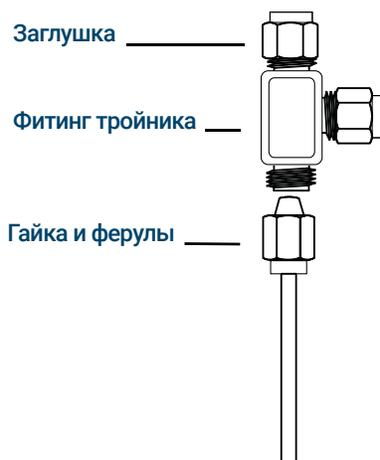

Рис. 29. Тройник Swagelok
- 1** Отрежьте трубку в том месте, в котором требуется установить тройник. Соедините трубку и тройник с помощью фитинга Swagelok. См. **Рис. 29**.